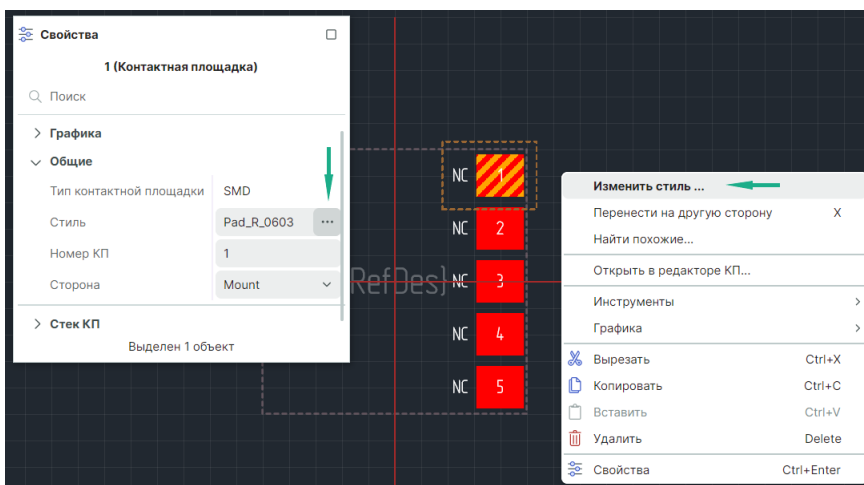

Рис. 119 Изменение стиля контактной площадки
2. Вызовите контекстное меню и выберите «Изменить стиль ...» или нажмите на символ «...» в поле «Свойства» → «Общие» → «Стиль», см. Рис. 119.